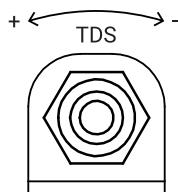

Рис. 14
2. Регулировка уровня минерализации производится при вращении рукоятки вентиля подмеса (рис. 2, поз. 19 и рис. 14). При вращении рукоятки по часовой стрелке уменьшается подача воды с исходным уровнем минерализации, значение TDS снижается, против часовой - увеличивается.